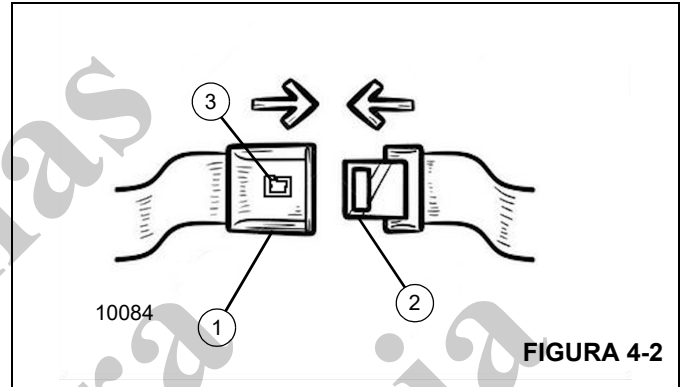

FIGURA 4-2
2. Puxe o cinto por cima do colo e fixe a placa de trava (2) na fivela (1) até ela encaixar (Figura 4-2).
4. Para soltar o cinto de segurança, pressione o botão (3) na fivela (1).